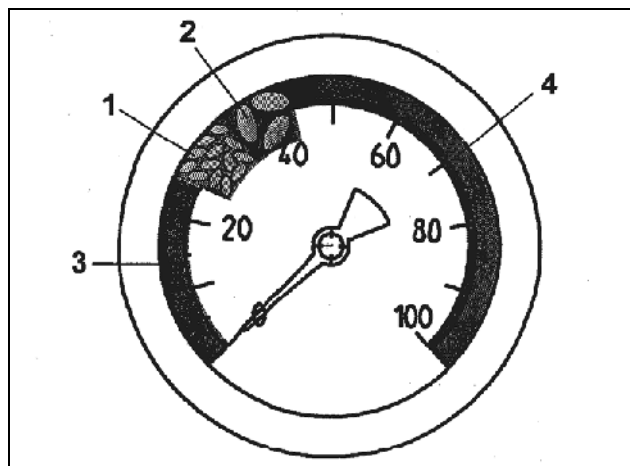

Fig. 107
- 25 și 35 mbari (Fig. 107/1) resp.
- între 35 și 45 (Fig. 107/2) mbari.